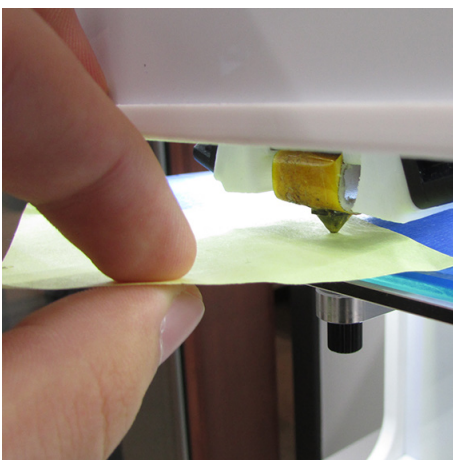

Fig. 1
6. Suivre les instructions à l'écran et insérer une feuille de bloc note entre la buse de l'imprimante et le lit (Fig. 1);